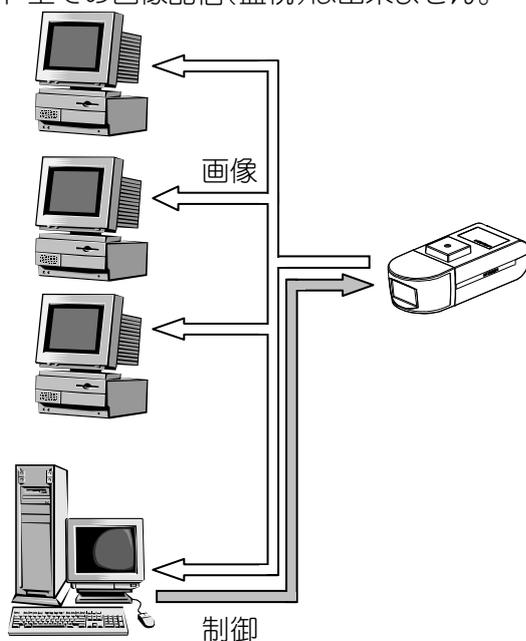

図 15-2 マルチキャストについて
- (1) 図 15-2に示すようにカメラからの画像を複数の機器で受信することができる通信方式です。
- (2) 複数箇所での監視に適しています。
- (3) 通信プロトコルには、RTP/UDP/IP が利用されます。
- (4) インターネット上での画像配信(監視)は出来ません。